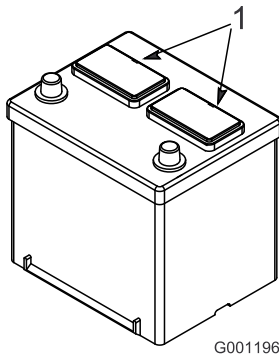

Figura 21
1. Limpie la parte superior de la batería y retire los tapones de ventilación (Figura 21).